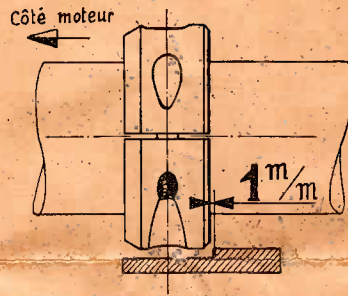

Fig. 2 B
B. — POSITIONNEMENT ET FIXATION DE LA BAGUE (Schéma Fig. 2 B).
- 3° Positionner la bague sur l'arbre suivant schéma fig. 2 B et procéder au serrage équilibré en agissant alternativement sur chaque vis.